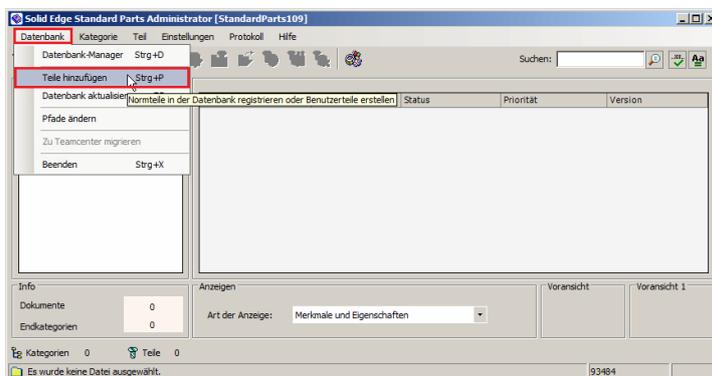

Abbildung 22
- 5.3. Um die Datenbank zu füllen, wählen Sie im Reiter *Datenbank -> Teile hinzufügen* (*Abb. 22*).